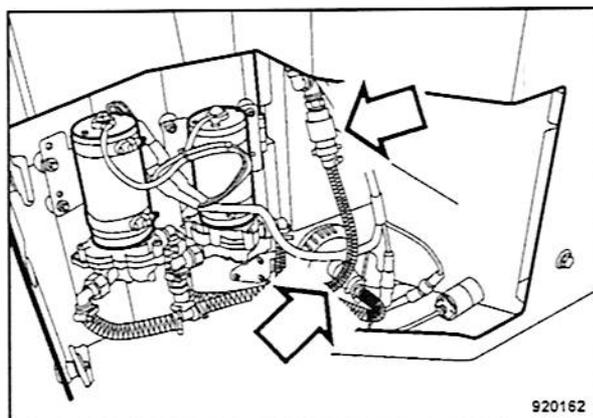

Fig. 198
- Separar los acoplamientos rápidos (Fig. 198) de las tuberías de agua en las bombas de agua y descargar el agua.